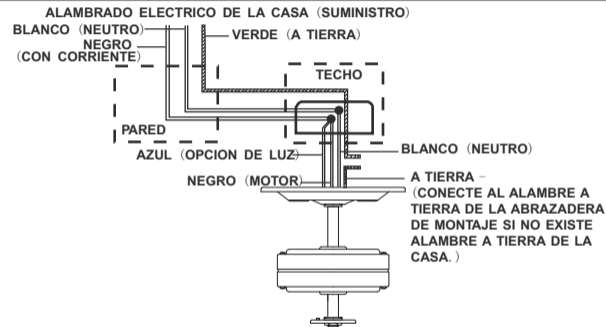

Fig. 2
Paso 1. Conecte el Alambre Negro (corriente) de la caja de distribución a los alambres negro y azul del ventilador. Conecte el alambre Blanco (neutral) de la caja de distribución con el alambre blanco del ventilador (Fig. 2).